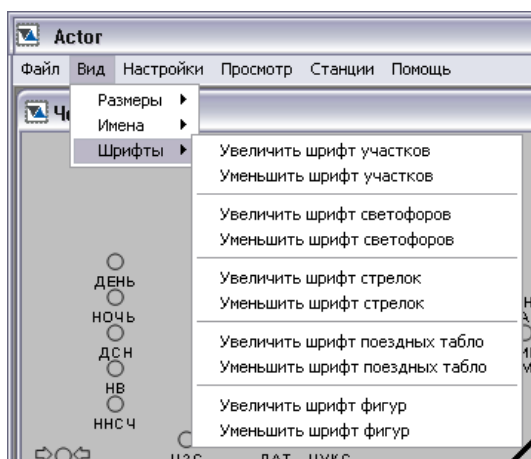

Рис. 10
- «Шрифты». Подпункт позволяет изменять размеры шрифтов названий элементов схемы станции или участка. Для того чтобы изменить размер шрифта названия какого-либо элемента схемы, необходимо нажать на соответствующий пункт меню (Рис. 10). Доступно изменение размера шрифта до предельного значения. Если дальнейшее увеличение или уменьшение невозможно, соответствующий пункт меню становится неактивным.